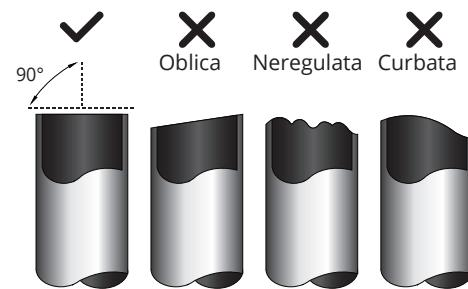

Fig. 7.1
1. Asigurati-vă ca unghiul de tăiere este de 90°, perfect. Consultati fig. 7.1 pentru exemple de tăiere imperfecta.